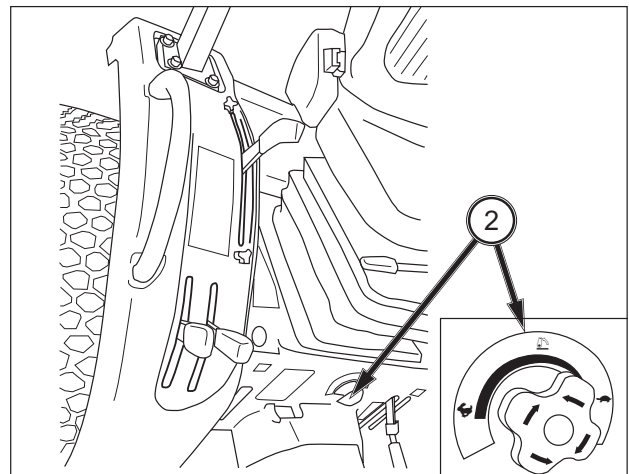

ABB. 90
**ABB. 90:** Der Drehgriff für die Absenkgeschwindigkeit (2) steuert den Hydraulikölfluss und regelt so die Absenkgeschwindigkeit des Hubwerks und Anbaugeräts. Durch Drehen des Griffs im Uhrzeigersinn verringert sich die Absenkgeschwindigkeit; durch Drehen gegen den Uhrzeigersinn erhöht sich die Absenkgeschwindigkeit. Wird der Griff bis zum Anschlag im Uhrzeigersinn gedreht, wird das Anbaugerät in angehobener Position arretiert.